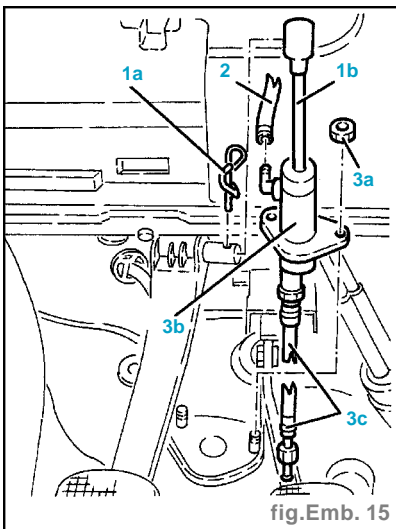

fig.Emb. 15
- Enlever la goupille (1a) et débrancher la jauge maître-cylindre (1b) de la pédale d'embrayage (fig. Emb. 15).